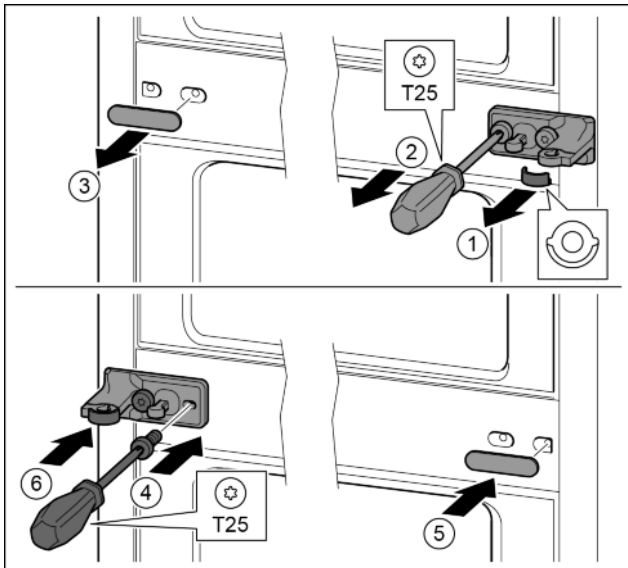

Fig. 28
- ▶ Schijf eraf trekken. Fig. 28 (1)
- ▶ Schroeven met schroevendraaier T25 eruit draaien. Fig. 28 (2)
- ▶ Afdekking voorzichtig eraf trekken. Fig. 28 (3)
- ▶ Lagerbus met folie 180° gedraaid op de andere kant bevestigen. Fig. 28 (4)
- ▶ Afdekking 180° gedraaid op de andere kant aanbrengen. Fig. 28 (5)
- ▶ Schijf vanaf de voorkant erop schuiven. Fig. 28 (6)